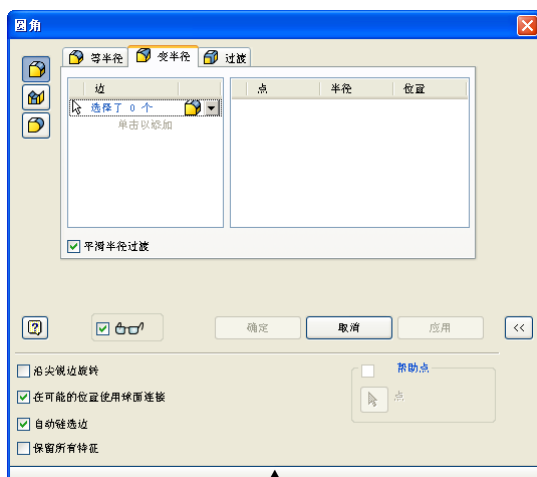

图 3-31 “变半径”选项卡
- ② 变半径圆角:如果要创建变半径圆角,可选择【圆角】对话框上的【变半径】选项卡,此时的【圆角】对话框如图 3-31 所示。创建变半径圆角的原理是首先选择边线上至少三个点,分别指定这几个点的圆角半径,则 Inventor 会自动根据指定的半径创建变半径圆角,创建变半径圆角的一般步骤是: